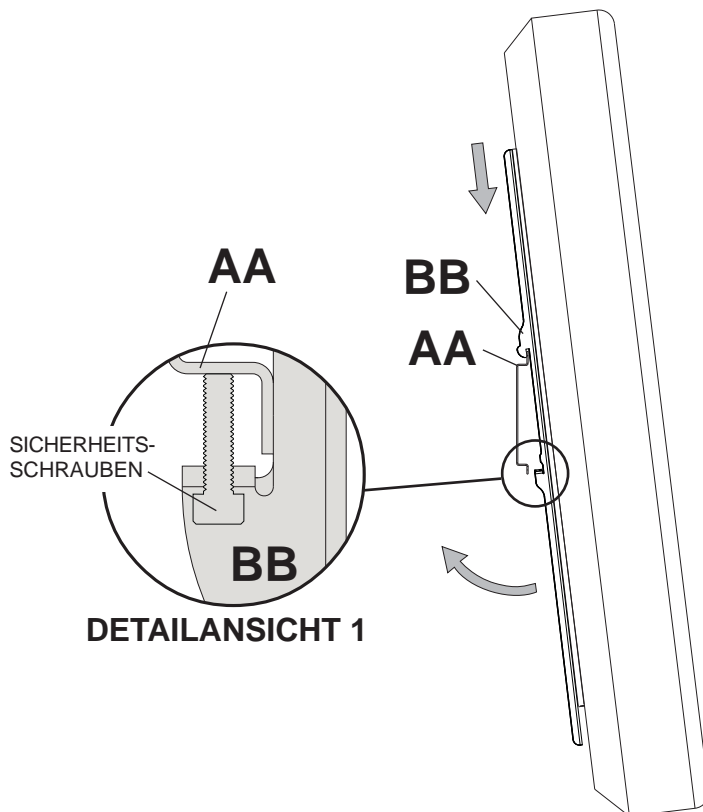

Abbildung. 3.1
- 3** Haken Sie die Adapterhalterungen (**BB**) an der Wandplatte (**AA**) ein. Schwenken Sie den Bildschirm dann langsam wie dargestellt heran. Drehen Sie die Sicherheitsschrauben mit Hilfe eines Inbusschlüssels für Sicherheitsschrauben (**EE**) mindestens sechs Mal nach rechts, um ein Entfernen des Bildschirms zu verhindern (siehe Detailansicht 1 in Abbildung 3.1). Der Bildschirm kann auf Wunsch horizontal ausgerichtet werden (siehe Abbildung 3,2).